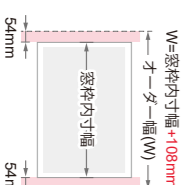

図1
- ※1 ガイドレールを取り付けるため、オーダー幅は窓枠内寸幅に108mm(54mm+54mm)を足してください。(図1)